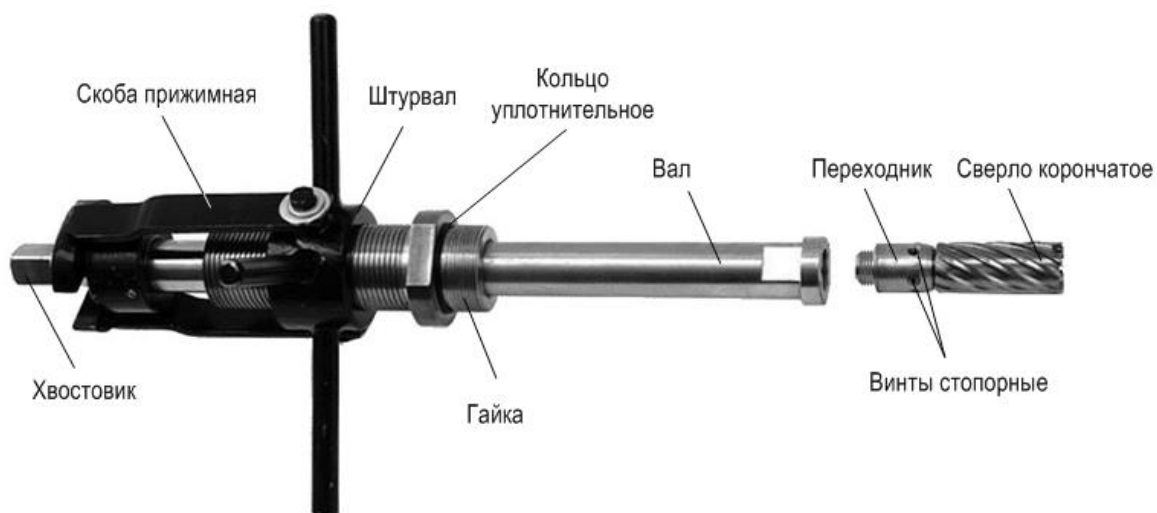

Рис.6. Вид устройства УВД и переходника со сверлом корончатым.
4.3.5. Сверло корончатое установить в переходник и застопорить винтами (рис.6). Затем переходник с корончатым сверлом установить в торец вала устройства для высверливания и монтажа / демонтажа ПЭА (УВМД).